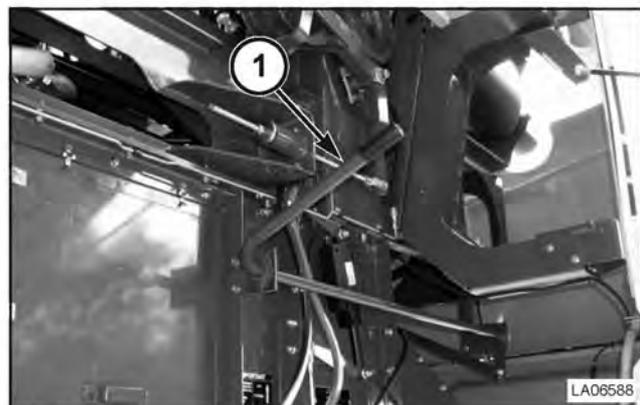

FIG. 174
FIG. 174: La palanca del mando de velocidad del rotor (1) se ubica en la izquierda, sobre la parte trasera de la cosechadora, próxima a la batería. Las posiciones son Alto / Neutro / Medio / Neutro / Bajo. Cuando la palanca está en la posición superior, como se muestra, la caja de accionamiento está en la velocidad más lenta.